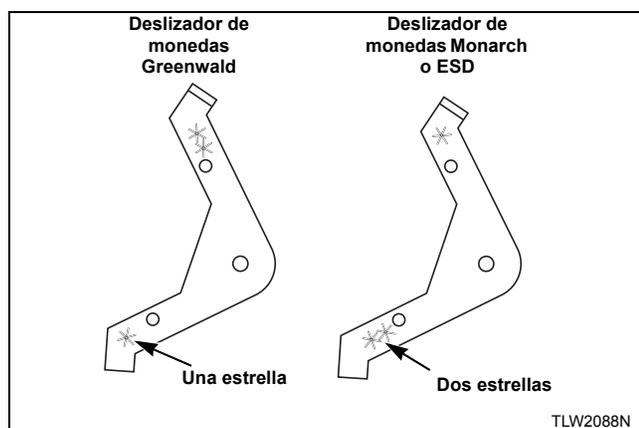

Figura 17
2. Si se está instalando un deslizador de monedas Greenwald, sitúe la palanca de extensión (que se va a instalar en el soporte de la extensión) con el brazo que tiene una estrella orientado hacia abajo. Consulte la *Figura 17*.
3. Si se está instalando un deslizador de monedas Monarch o ESD, sitúe la palanca con el brazo que tiene dos estrellas orientado hacia abajo. Consulte la *Figura 17*.